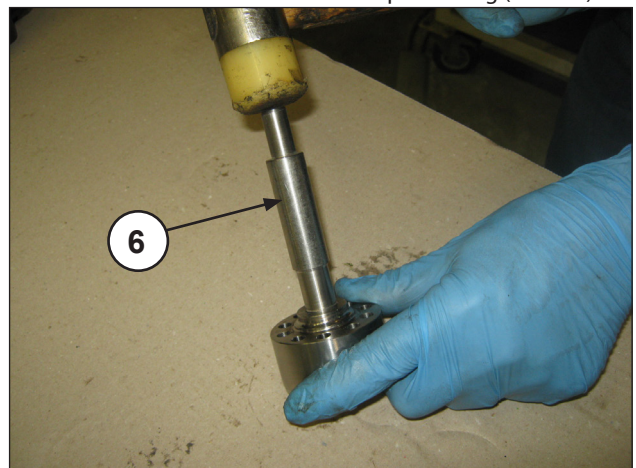
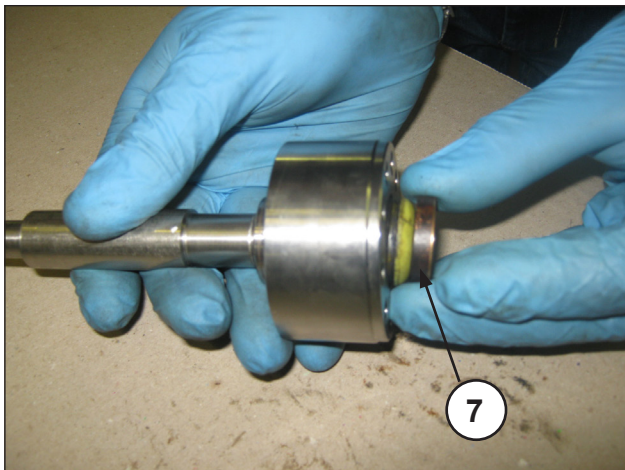

Abb. 36
Abb. 37
- Mit abgetrenntem HD-Dichtungshalter und mit einem passenden Dorn (Pos. ⑥ Abb. 36) ziehen Sie den HD-Dichtungssatz (Hochdruck) (Pos. ⑦ Abb. 37) heraus und entnehmen schließlich die Kopfdichtung (Abb. 38).